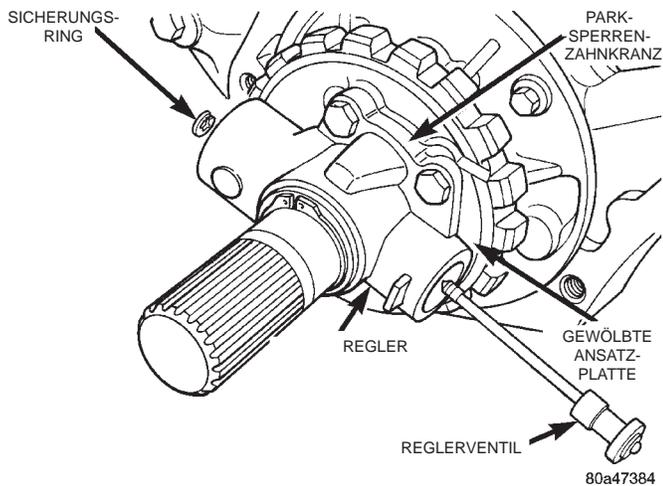

Abb. 31 Druckregelventil
- (1) Fahrzeug anheben und auf Sicherheits-Unterstellböcken abstützen.
- (2) Einbaulage von Gelenkwelle und Gelenkgabel kennzeichnen. Dann die Gelenkwelle abflanschen und ausbauen.
- (3) Seilzug der Feststellbremse am Ausgleichbügel aushängen und Bauteile der Auspuffanlage nach Bedarf abflanschen.
- (4) Getriebe mit geeigneter Hebevorrichtung abstützen.
- (5) Schutzplatte und hintere Getriebebefestigung ausbauen.
- (6) Gehäusefortsatz ausbauen.
- (7) Befestigungsschrauben Reglergehäuse an Parksperrenzahnkranz lösen, aber nicht herausdrehen.
- (8) Getriebe-Abtriebswelle drehen, bis die Fliehkewicht-Baugruppe des Reglers zugänglich ist.
- (9) Sicherungsring am Ende des Druckregelventilschafts entfernen (Abb. 31).
- (10) Druckregelventil und Ventilschaft aus dem Reglergehäuse ausbauen (Abb. 31).
(6) Druckregelventil mit Schaft durch den Regler hindurch einführen und Sicherungsring montieren (Abb. 31).
(7) Gehäusefortsatz mit Dichtung am Getriebe ansetzen. Gehäuseschrauben mit 32 N·m (24 ft. lbs.) anziehen.
(8) Hintere Getriebebefestigung und Schutzplatte montieren.
(9) Geschwindigkeitsabnehmer und Bauteile des Tachuantriebs montieren und Steckverbinder am Geschwindigkeitsabnehmer anschließen.
(10) Bauteile der Auspuffanlage wieder montieren und Bremsseil einhängen.
(11) Gelenkwelle einbauen.
(12) Stützen entfernen und Fahrzeug absenken.
(13) Füllstand der Getriebeflüssigkeit prüfen. Falls notwendig, Flüssigkeit nachfüllen.